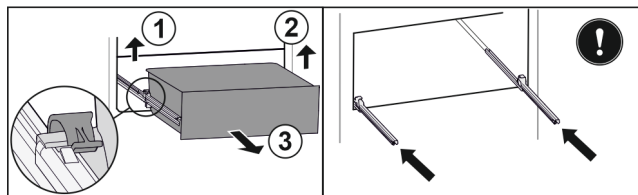

Fig. 140
- ▶ Приподнимите левый зажим и одновременно вытяните движением вперед выдвижной ящик слева. Fig. 140 (1)
- ▶ Приподнимите правый зажим и одновременно вытяните движением вперед выдвижной ящик справа. Fig. 140 (2)
- ▶ Извлеките выдвижной ящик движением вперед. Fig. 140 (3)